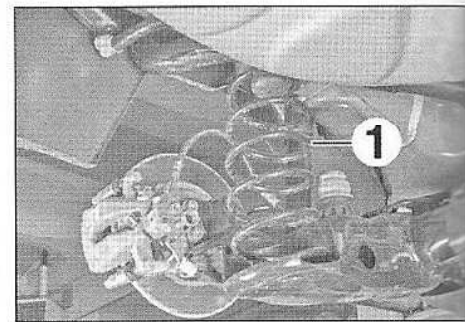

FIG.48
- Mettre en place l'outil [1] sur le ressort de suspension (1) (Fig.48).
- Déposer le ressort (1).